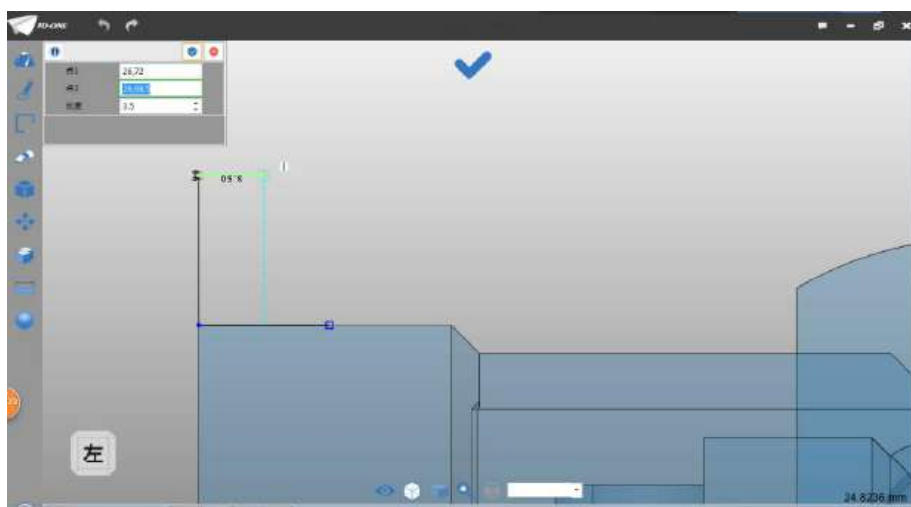

图 4-14
Step 14 绘制直线，点 1 输入坐标 (26.72)，点 2 输入坐标 (26, 68.5)，长度输入 3.5，如下图 4-14 所示：